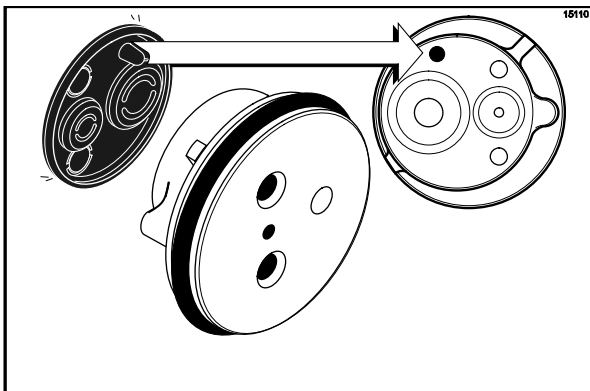

Figure 148
6. Glisser le joint d'étanchéité de la vanne de la pompe dans les orifices du bouchon. NE PAS lubrifier le joint d'étanchéité (Cf. Figure 148).